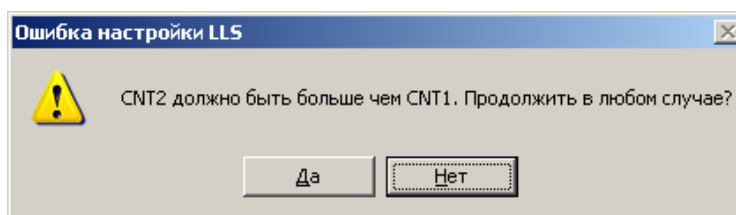
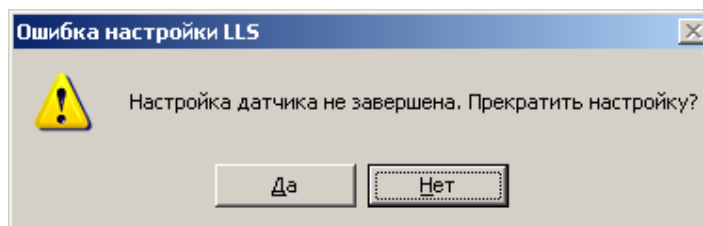
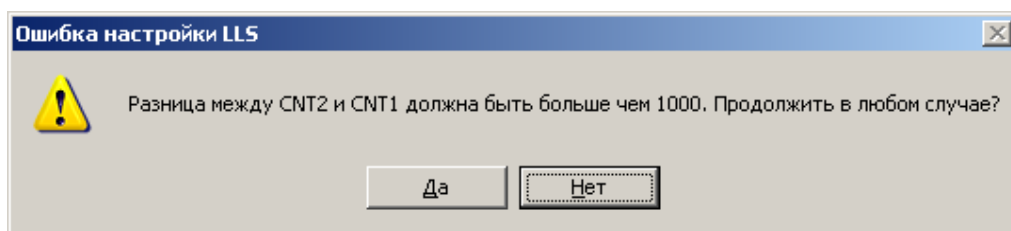

Рисунок 18
Рисунок 19
Рисунок 20
- 8) Если в процессе настройки были допущены ошибки, появится одно из диалоговых окон (Рисунок 18, Рисунок 19, Рисунок 20), в котором нажать кнопку «Нет» и повторить выполнение п. 3.6.2.